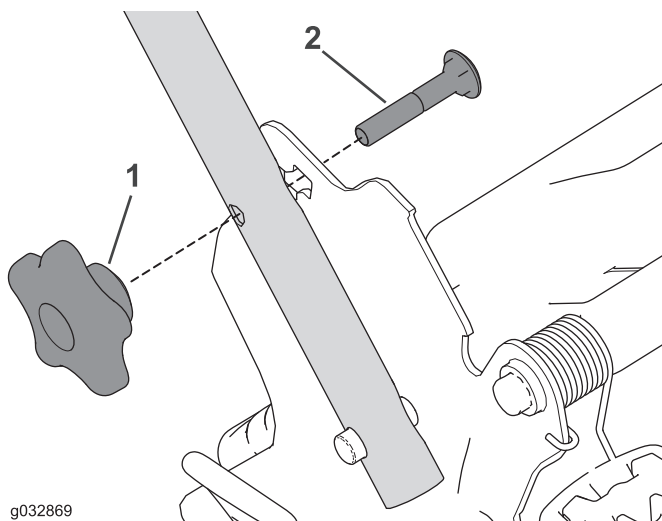

Figure 27
1. Retirez les 2 boutons de guidon et les 2 boulons de carrosserie des supports du guidon (Figure 27) et conservez-les.